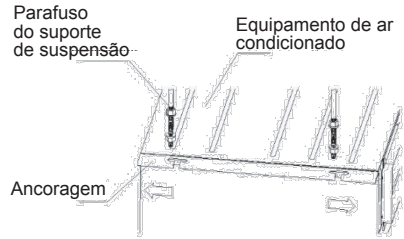

Fig. 4
- Instale o suporte de suspensão no equipamento interior, como mostrado na Fig. 4.